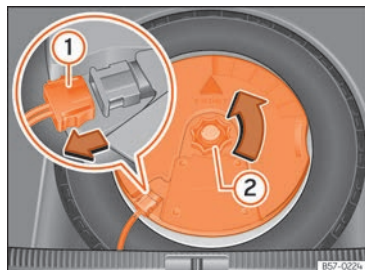

Fig. 311 Dans le coffre à bagages : démonter le subwoofer.
- Déconnectez le câble du haut-parleur subwoofer » fig. 311 ①.
- Dévissez la molette de fixation en la tournant dans le sens inverse des aiguilles d'une montre » fig. 311 ②.